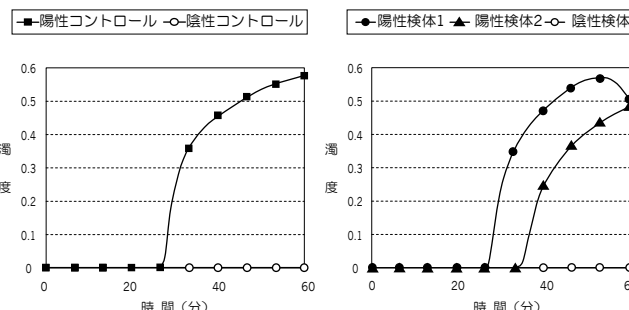

図 1. コントロールの増幅曲線パターン
- (2) 表示温度が 65℃に達していることを確認します。
- (3) 調製、分注済みの反応チューブをセットして速やかに測定を開始します。
- (4) 装置の表示画面上で陽性コントロールと陰性コントロールの濁度の上昇の有無を確認します。陽性コントロール: Positive Control O157 (PC O157) で濁度が上昇し、陰性コントロール: Extraction Solution for Foods (EX F) で濁度が上昇していない場合は、LAMP 反応は正常に進行しています。それ以外の場合には、増幅反応が適切に進行していない可能性があるため、試薬調製からの再検査を実施してください。(図 1)